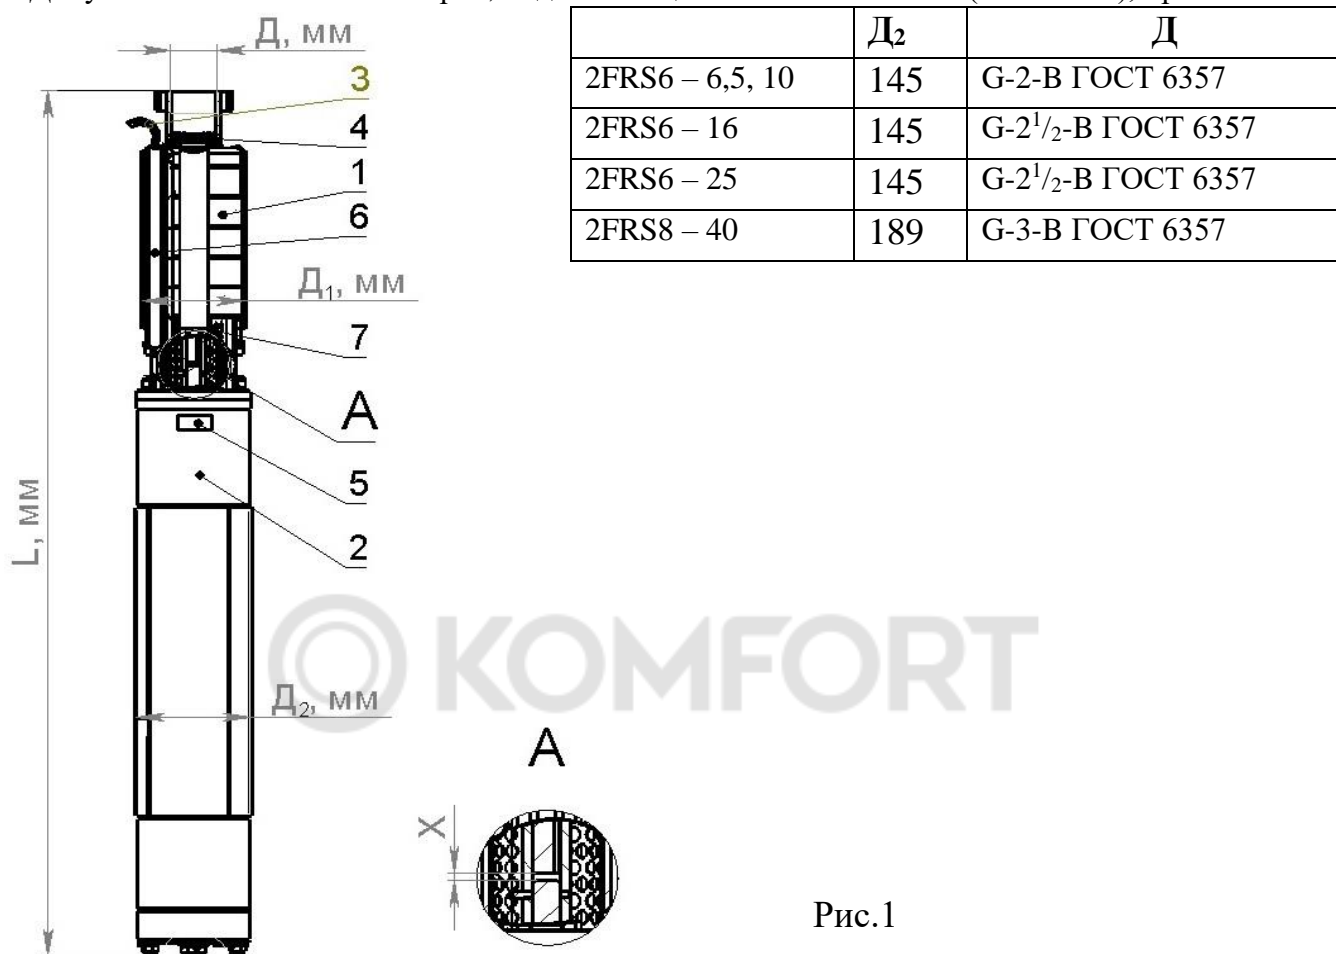

Рис.1
Агрегат 2FRS (см. рис.1) состоит из: насосной части поз. 1; электродвигателя поз. 2; проводов токоподводящих поз. 3; клапана поз. 4; таблички поз. 5; кожуха защитного поз. 6; сетки защитной поз. 7.
6.3.2 Водоподъемную трубу вернуть в патрубок агрегата до отказа (см. рис.1). По просьбе заказчика за отдельную плату могут поставляться переходные втулки на трубы, диаметр которых, не совпадает с диаметром резьбы насоса.
- придерживая вал насоса в верхнем положении (см. п. 2), установить насос на фланец электродвигателя и замерить размер “Х” между концами валов (см. рис. 1);